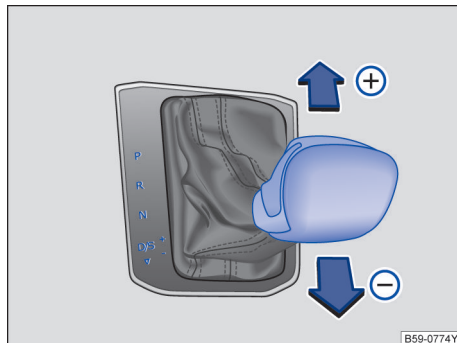

图 112 换挡杆在 Tiptronic 手动电控换挡程序位置上
- 向前 **+** 或向后 **-** 短促按压换挡杆，即可换高档或降挡 → 图 112。